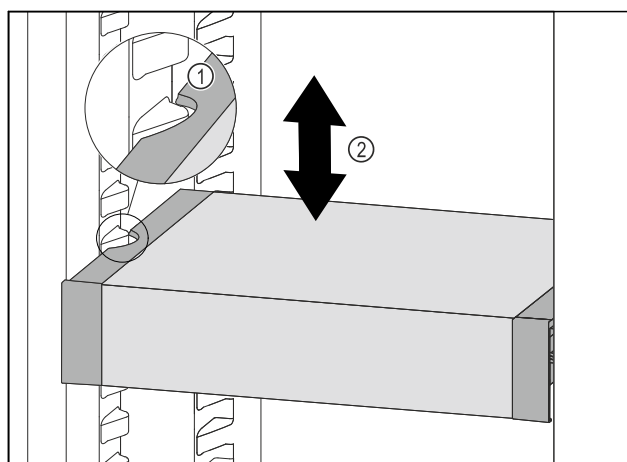

Fig. 137
- ▶ Táhněte VarioSafe dopředu, dokud nebudou boční vybrání VarioSafe na úrovni žebrování na nádoby v chladniče. Fig. 137 (1)
- ▶ Posouvejte VarioSafe v chladniče nahoru nebo dolů, dokud nedosáhnete požadované výšky. Fig. 137 (2)